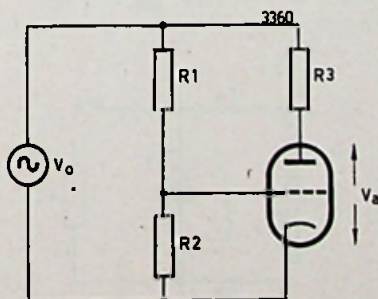

Fig. 10
① De steilheid en de inwendige weerstand van een triode worden gemeten met behulp van een venstaande schakeling (zie fig. 10).